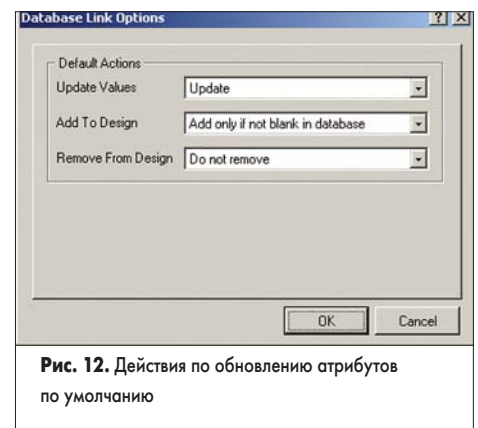

Рис. 12. Действия по обновлению атрибутов по умолчанию
40. Выполним команду меню Tools/Options. Откроется окно Database Link Options (рис. 12), в котором задаются действия по умолчанию (Default Actions).